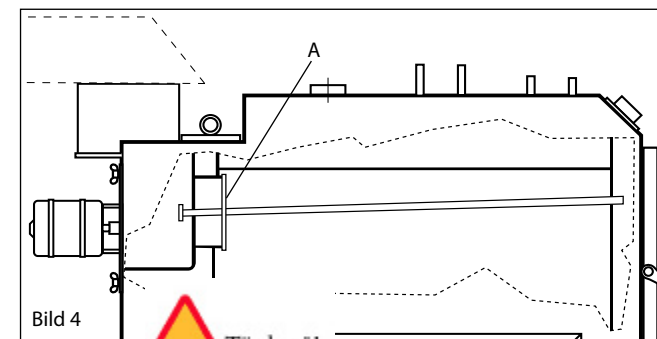

Bild 4
Pannan är försedd med ett automatiskt direktspjäll (bild 4) som i öppet läge tillåter fläkten att suga ut rök via en kanal direkt ut i skorstenen. På så sätt minskar inrynkningen i pannrummet när luckan öppnas. För god funktion är det viktigt att locket (A) hålls rent från tjära och sot. Kontrollera att spjället stänger ordentligt när luckan är stängt